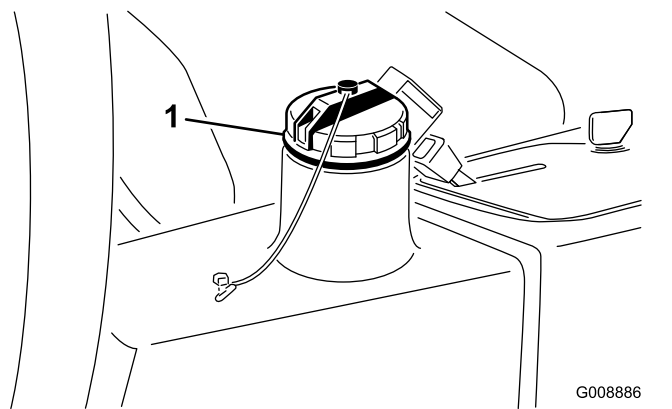

**Рисунок 79**
2. Отсоедините большой гидравлический шланг (Рисунок 79) от бака и дайте гидравлической жидкости стечь в сливной поддон.